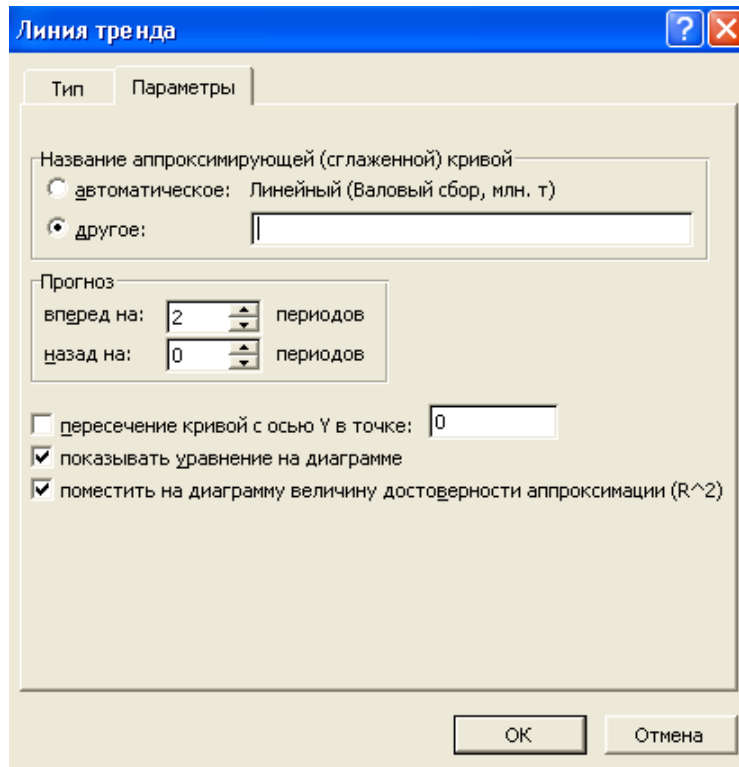

Рисунок 3.8. Установка остальных параметров линии тренда выполняется с помощью вкладки Параметры
3. Переключитесь на вкладку Параметры (рисунок 3.8).